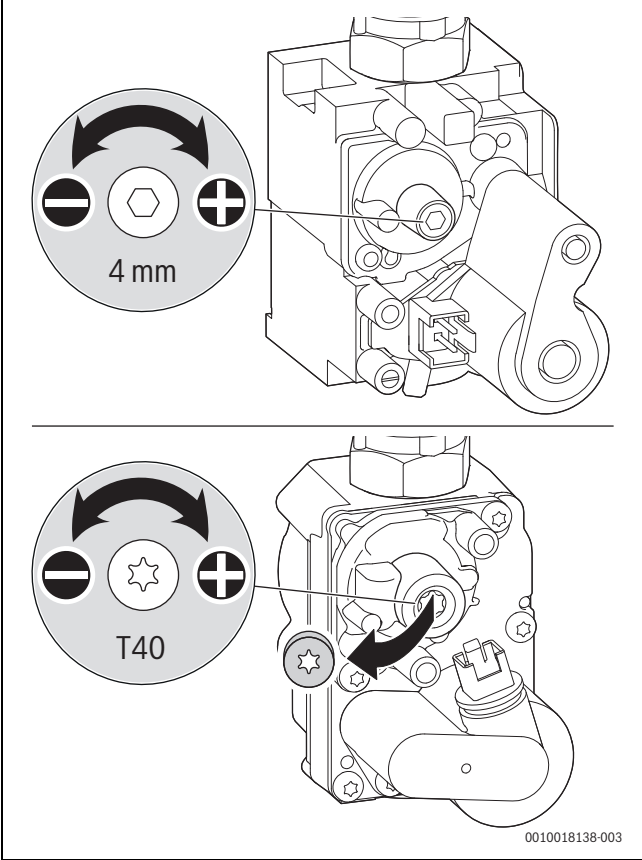

Fig. 35 Ajustar o teor de CO₂ ou de O₂
- ▶ Remover o selo de chumbo do parafuso de regulação do dispositivo de controlo do gás (apenas para dispositivos de controlo do gás inferiores na fig. 35) e ajustar o teor de CO₂ ou de O₂ para a potência calorífica nominal mínima.